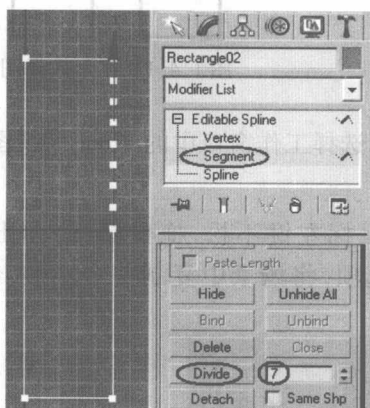

图 1.4.5 矩形右侧线段上半段细分为 8 段
(5) 单击选择右侧上半边的线段,设置 **Divide** 拆分参数为 7,再单击 **Divide** 按钮,将线段均匀分成 8 段,如图 1.4.5 所示。